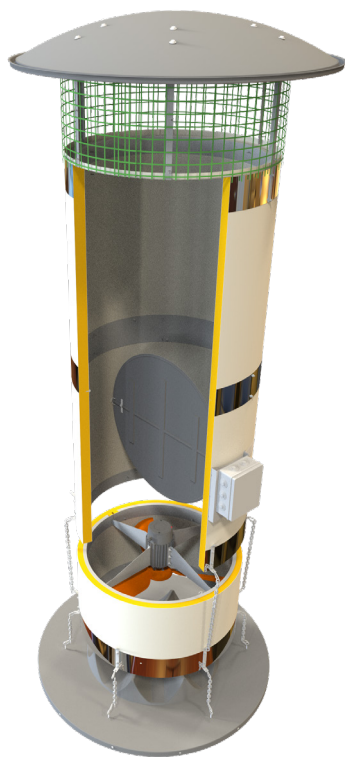

Рис. 6 – Общий вид камина VBR с управляемым клапаном
3.8 Приточный вентиляционный камин типа VBR с управляемым клапаном (Рис. 6).